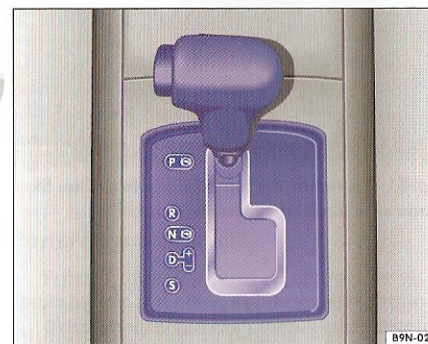

Fig. 79 Consola centrală: Selectorul de viteze cu tastă de blocare pentru cutia de viteze automată.
- Deplasați maneta selectorului ⇒ fig. 79 în poziția D.